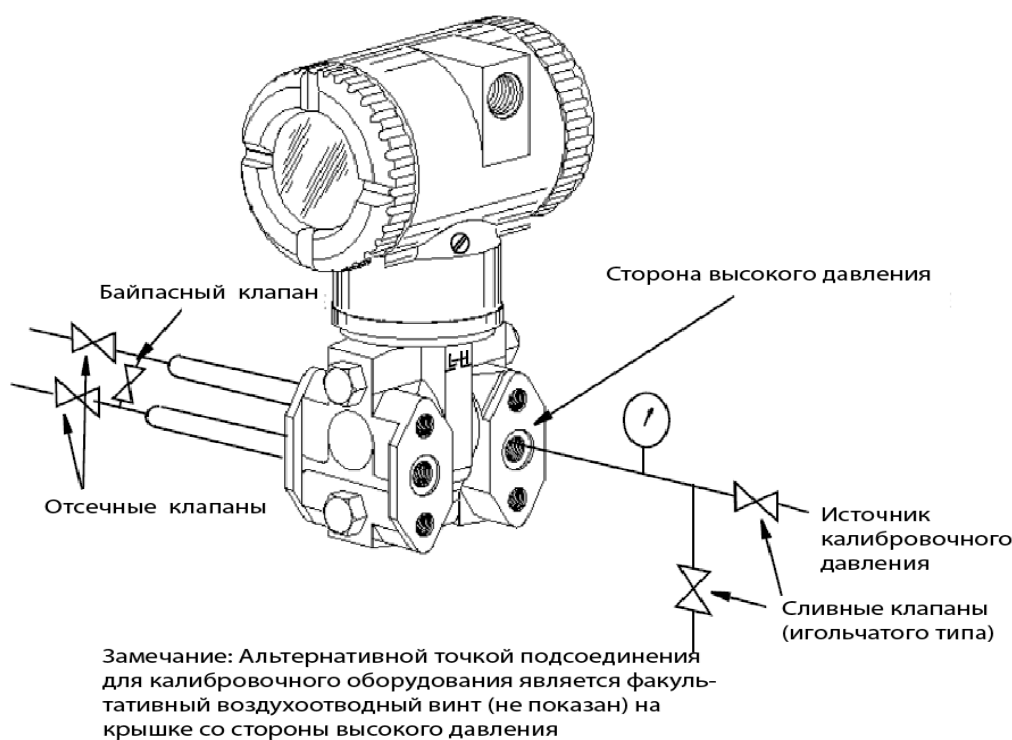

Рисунок 33. Схема выполнения полевой калибровки
Для полевой калибровки требуется регулируемая подача воздуха и прибор для измерения давления. Например, можно использовать грузопоршневой манометр или регулируемую подачу чистого воздуха и манометр. Источник давления может быть подключен к технологическому соединению датчика с помощью трубопроводной арматуры, или он может быть подключен к узлу воздухоотводного винта, используя калибровочный винт. Калибровочный винт имеет фитинг из Polyflo и может использоваться для давлений до 700 кПа (100 psi). Его можно приобрести у компании Invensys Process Systems (номер части F0101ES). Схема подключения оборудования показана на рис.33. Далее представлена процедура полевой калибровки.
4. Закончите подключение, как показано на рис. 33.